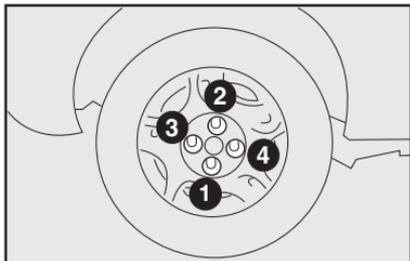

fig. 24
13) Apertar bem os parafusos, passando alternadamente de um parafuso ao outro diagonalmente oposto, de acordo com a ordem ilustrada na **fig. 24**.